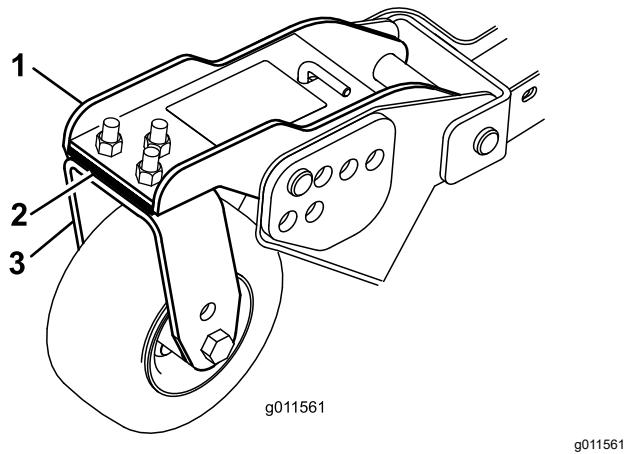

Bild 30
3. Stellen Sie die Beilagscheiben (3 mm) an den vorderen Laufradgabeln auf die entsprechende Schnitthöhe auf dem Aufkleber ein (Bild 30).
Kante das Frontmähwerks zu hoch ist, entfernen Sie eine Beilagscheibe (3 mm) von der Unterseite des vorderen inneren Laufradarms am Mähwerk (Bild 30).